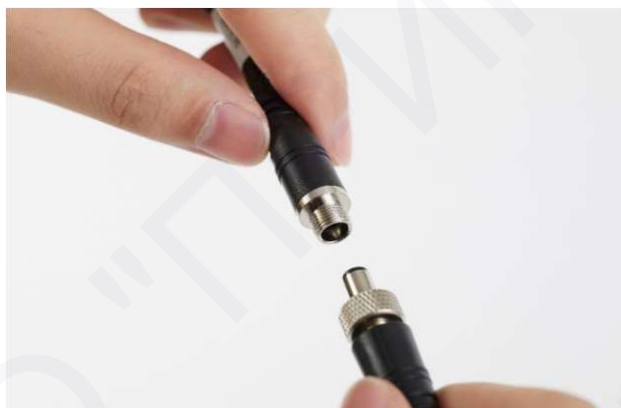

Рис. 1.10. Подключение штекера кабеля питания
3. Вставьте выходной порт адаптера в разъём постоянного тока, как показано на рис.1.10.